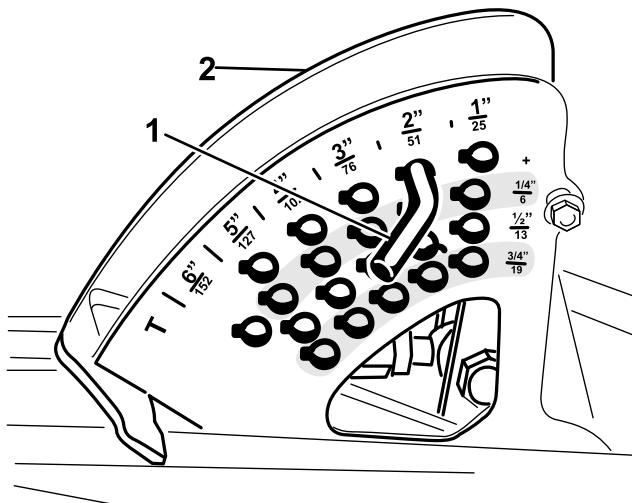

Figura 3
3. Observe la posición del pasador en el soporte de altura de corte para su montaje posterior (Figura 3). Retire el pasador del soporte de altura de corte.
- Instale el pasador de altura de corte en el soporte a la altura de corte deseada (Figura 3).